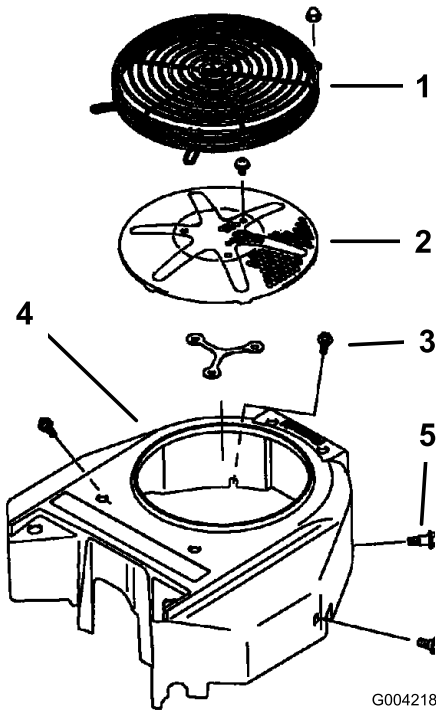

図 59
毎回、運転前に、エンジンスクリーンやその付近に刈りかすやごみがたまっていたら取り除いてください。これにより、十分な冷却効果と適正なエンジン回転数が確保でき、エンジンのオーバーヒートや損傷の発生を抑えることができます 図 59。
3. 吸気スクリーンとリコイルスタータ、ファンハウジングを取り外す 図 59。
5. 吸気スクリーン、スタータ、ファンハウジングを取り付ける 図 59。